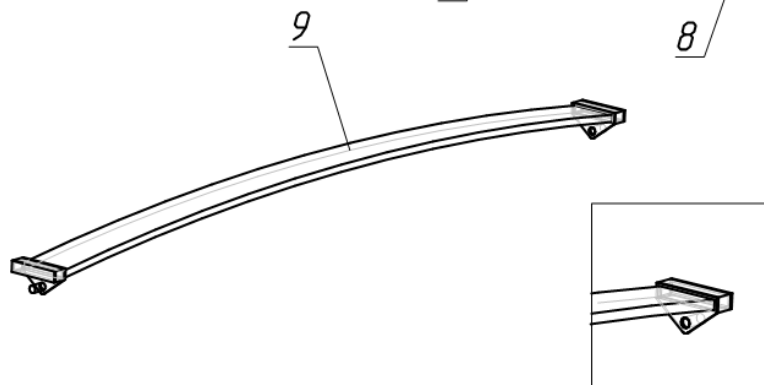
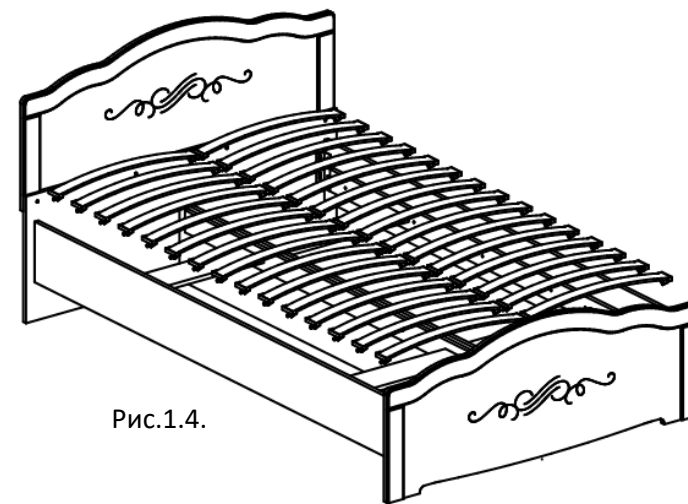

Рис.1.3.
Рис.1.4.
*ламели ортопедического настила (рис.1.3) и установить ее в отверстия опорной части кровати. Таким образом установить все элементы ортопедического настила. (Рис.1.4.)*